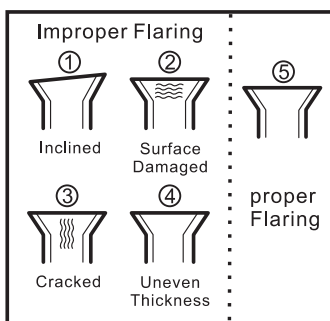

Fig. 6
- 4) Zgjerojini tubat. Futeni daljen e tubit në dadon prej bakri para se të zgjeroni tubin. Sigurohuni që vrima të jetë e rrafshët me sipërfaqe të shëndoshë dhe trashësi të njëtrajtshme. (Fig. 6)